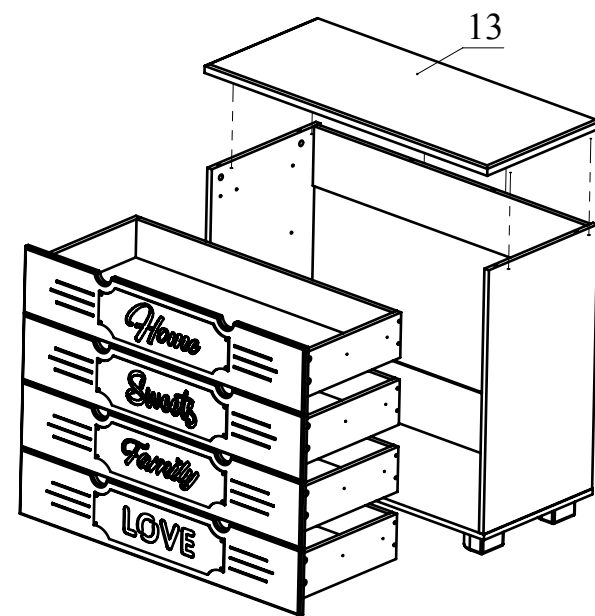

Рис.8
6. Установите деталь 13 на полученную сборку и затяните головки минификсов.. Вставьте ящики (Рис.8).